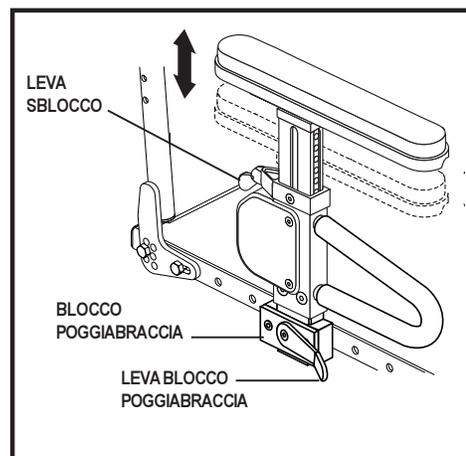

Figura 18. Regolazione altezza bracciolo inseribile con regolazione rapida altezza pediatrico
1. Girare la leva di rilascio verso l'interno o verso l'esterno. Vedere figura 18.